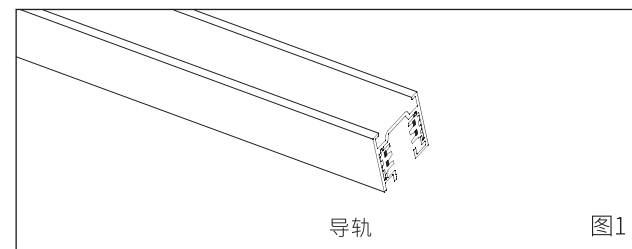

图1
- 1.本产品配用Mayalit品牌导轨（图1）或者其他品牌可兼容的导轨，配用导轨参数：输入电压：AC220~240V最大承载电流16A；